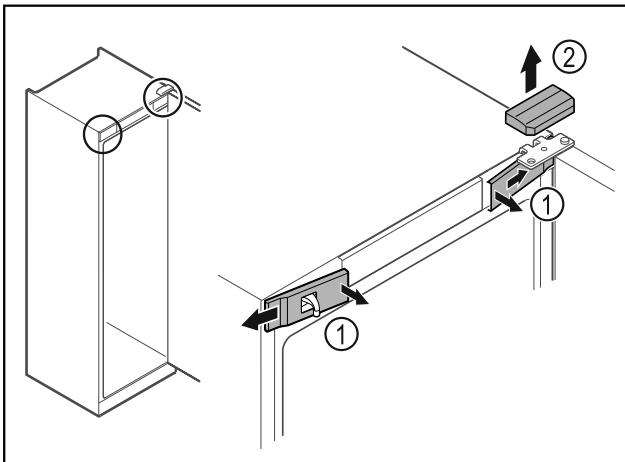

Fig. 16
- Vordere Abdeckungen Fig. 16 (1) innen ausrasten und zur Seite abnehmen.
► Obere Abdeckung Fig. 16 (2) nach oben abnehmen.